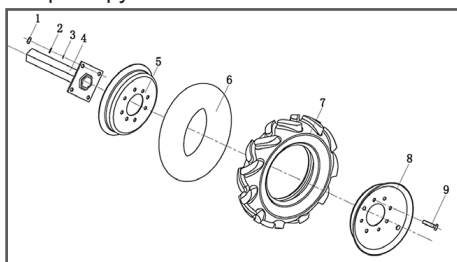

Рис. 3 Установка колеса на мотоблок 1.Гайка 2.Гровер-шайба 3.Шайба 4.Ось колеса 5,8.Диск 6.Камера 7.Покрышка 9.Болт
5. Установите оси колес на диски с помощью крепежа (Рис. 3).